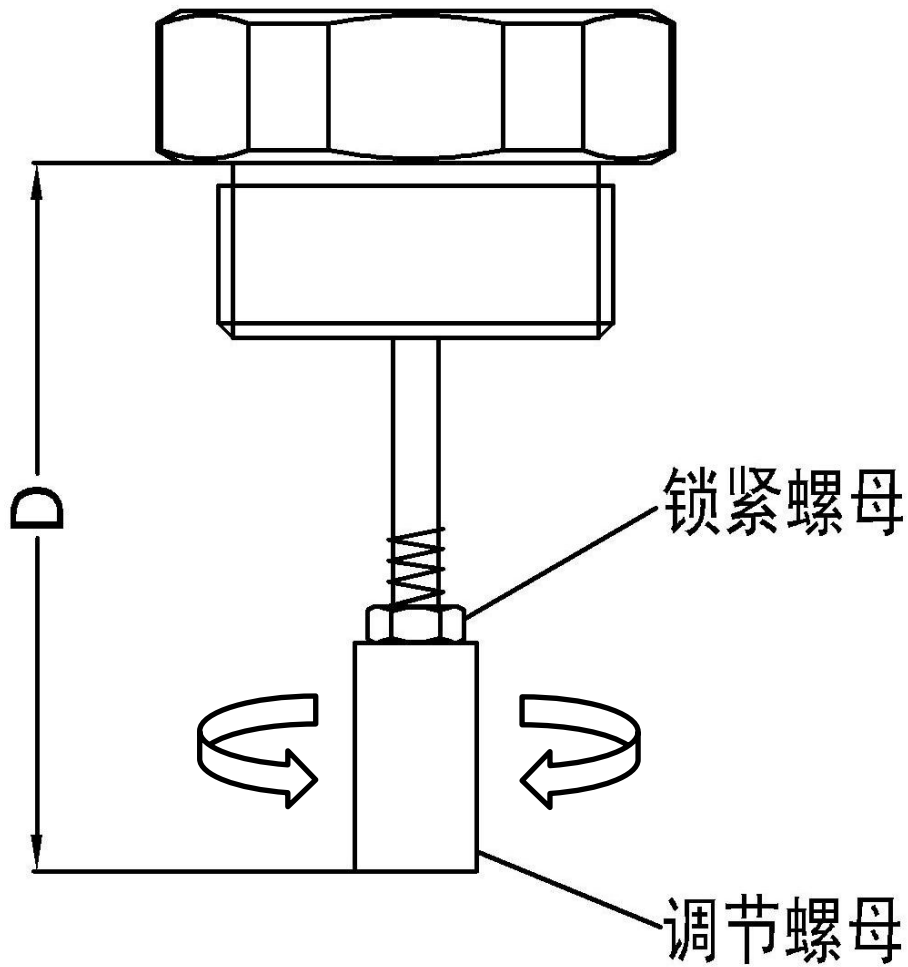

图5. 位移传感器调节和测量
3. 调节位移传感器的调节螺母,然后在位移传感器完全松开状态下用**深度尺**测量 D 值 (图 5 中标注所示)。计算压缩量 $L1 = D - C1$, $L2 = D - C2$ 。建议尽可能使 L1 和 L2 的值在表 1 所示的参考范围内。如果 L1 或 L2 的值无法满足在表 1 所示的参考范围内,则可根据实际情况调节 D 值。